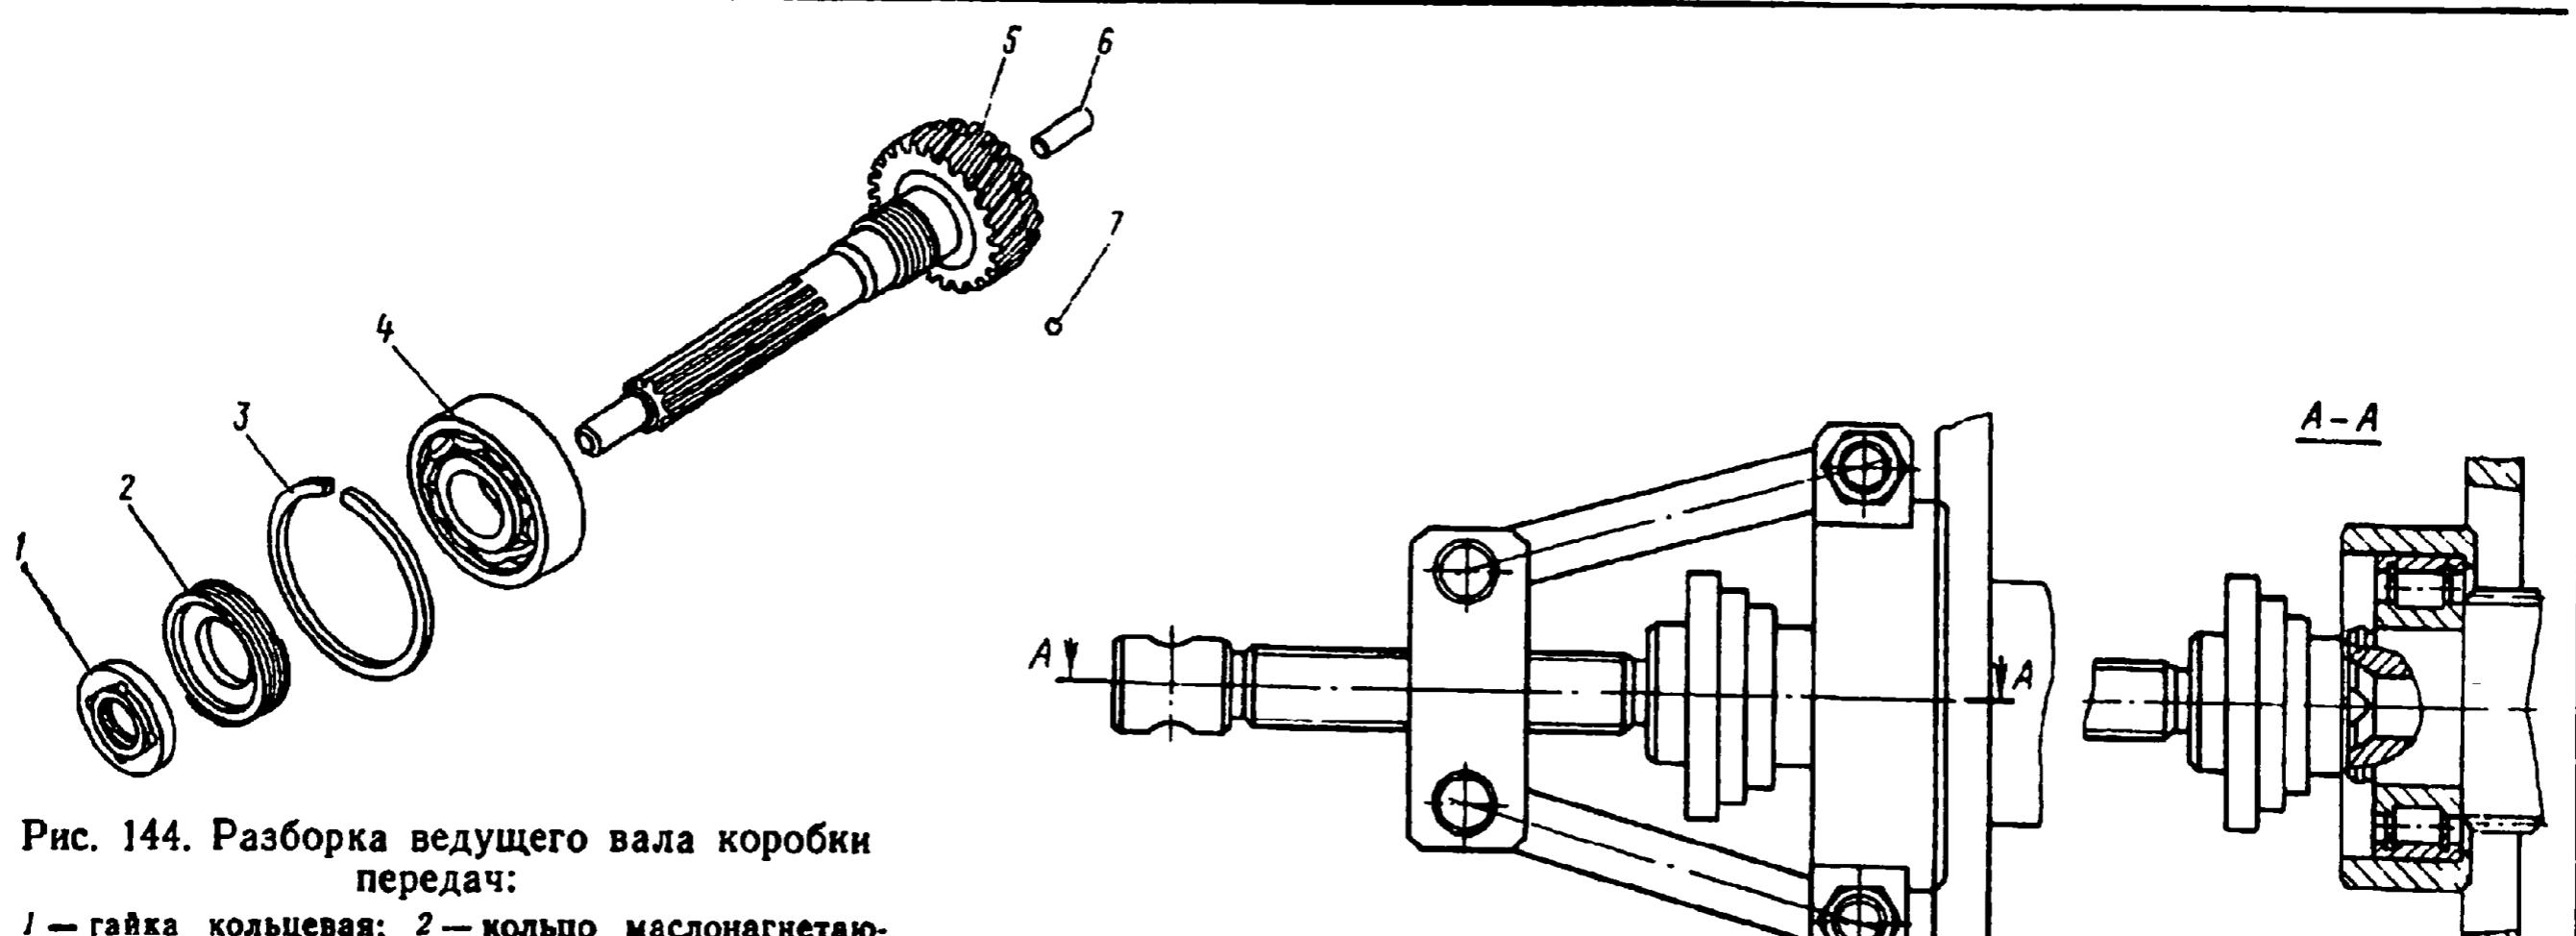

Рис. 144. Разборка ведущего вала коробки передач:
26. Расщеканьте и отверните гайку 1 (рис. 144). Резьба гайки левая	Ключ для круглых гаек, молоток, зубило